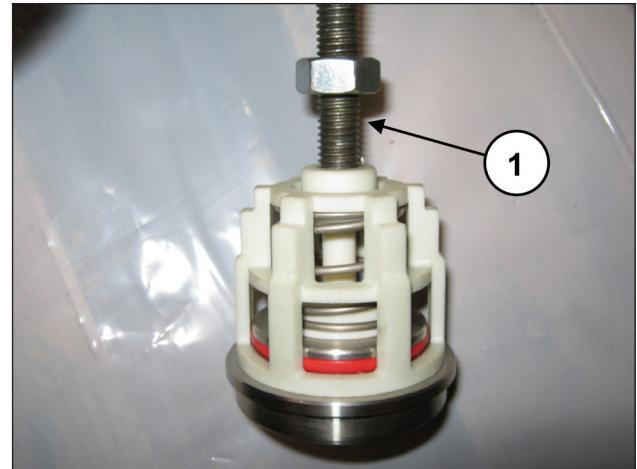

Fig. 140
Desmonte os grupos da válvula de aspiração e de fluxo, soltando um parafuso M10 de modo a pressionar na guia interna e extraír a guia da válvula do local da válvula (pos. ①, Fig. 140).